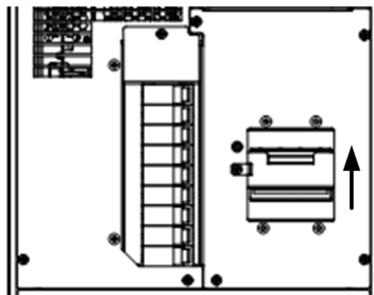

Figura 5-13 Movimiento del deflector hacia arriba
1. Retire los tornillos de retención de deflector del interruptor del bypass de mantenimiento, gire el deflector hacia arriba hasta que esté en posición de bloqueo y después sujete los tornillos de retención. Como se muestra en la Figura 5-13.